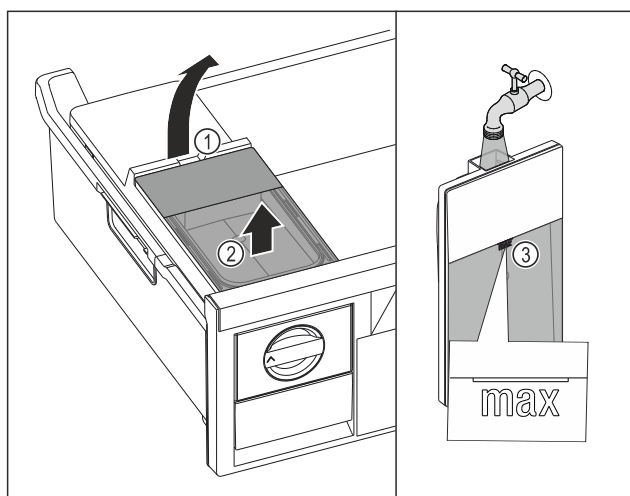

Fig. 166
- Watertank aan de uitsparing Fig. 166 (1) optillen.
- Watertank naar boven toe verwijderen. Fig. 166 (2)
- Watertank tot de markering Fig. 166 (3) vullen met drinkwater.